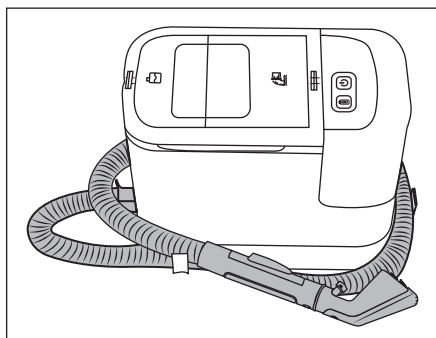

Fig. 4
- ◆ Tag slangeholderen ①⑤ ud af produktet. Læg sprøjte-/sugeslangen ①⑨ om produktet, og brug slangeholderne ①⑤/①⑥ hertil (se fig. 4).